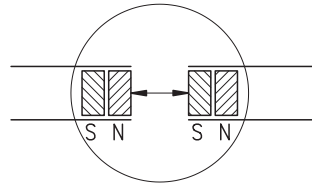

Abb. 16: Ermittlung der Polarität. Ansetzen des Magnetbandes
- Vor dem Ansetzen die Polarität überprüfen. Die beiden Enden müssen sich anziehen (ggfs. Kompassnadel benutzen). Falls gleiche Polarität, ein Band um einen halben Polabstand kürzen (Abb. 16).